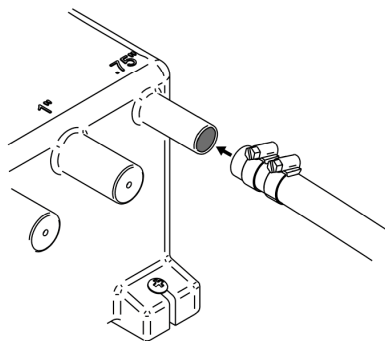

Figura 7 – Fissaggio del tubo flessibile all'apertura del pozzetto di raccolta
- Figura 7 Fissaggio del tubo flessibile all'apertura del pozzetto di raccolta
Passo 3: Fissare tutte le tubazioni flessibili alle aperture selezionate usando delle fascette per tubi flessibili adeguate, come illustrato nella figura 7. Verificare che non siano presenti perdite. Non serrare eccessivamente le fascette per tubi flessibili.